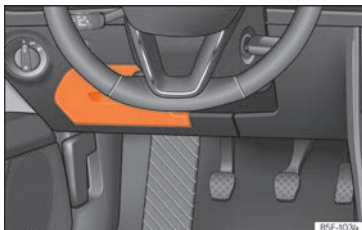

Abb. 51 Auf der Fahrerseite in der Instrumententafel: Abdeckung des Sicherungskastens.
- **Öffnen:** Abdeckung nach unten aufklappen » **Abb. 51**.